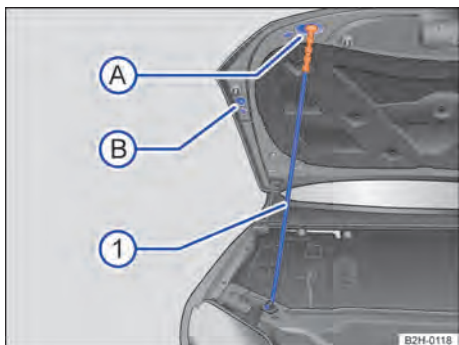

Fig. 148 Fixar a tampa do compartimento do motor com a haste de sustentação.
- Desencaixar a haste de sustentação → Fig. 148 ① no punho de cor contrastante, no lado direito do painel dianteiro → ▲.
- Introduzir a haste de sustentação no punho, na fixação → Fig. 148 ② (A) ou ② (B).